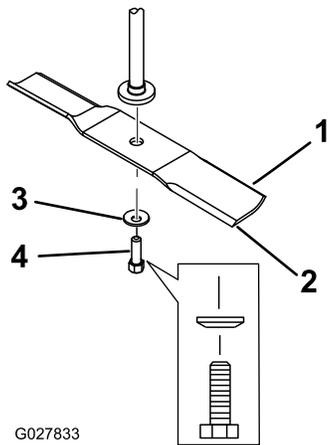

Figure 47
Tenez la lame par son extrémité avec un chiffon ou un gant épais. Enlevez de l'axe, le boulon, la rondelle bombée et la lame (Figure 47).
1. Placez la lame sur l'axe (Figure 47).
2. Montez la rondelle bombée (face concave vers la lame) et le boulon de lame (Figure 47).